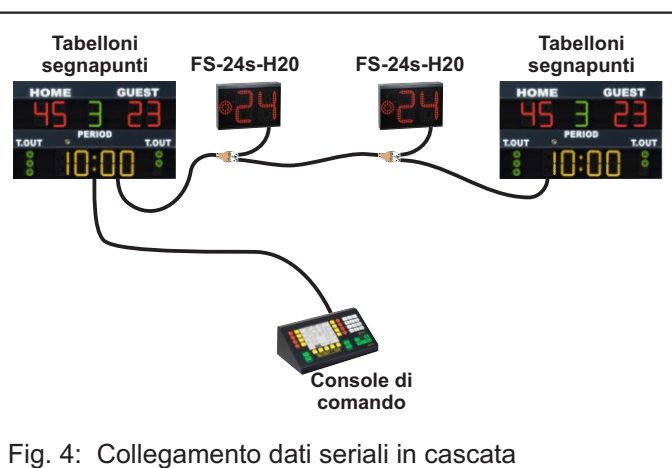
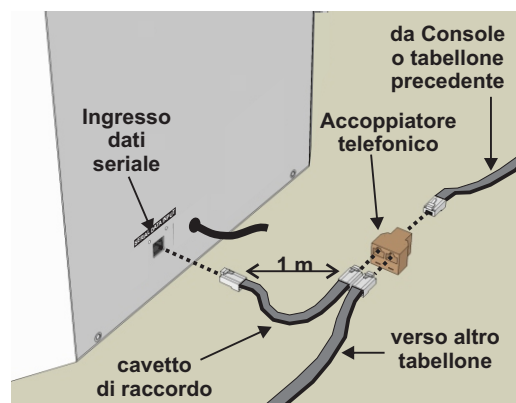

Fig. 4: Collegamento dati seriali in cascata
Fig. 6: Collegamento con accoppiatore telefonico
2. Collegamento distribuito (vedere Fig. 4, Fig. 6). I collegamenti sono realizzati in cascata, da un tabellone al successivo; da notare che l'interruzione di un cavo provoca lo spegnimento di più tabelloni.